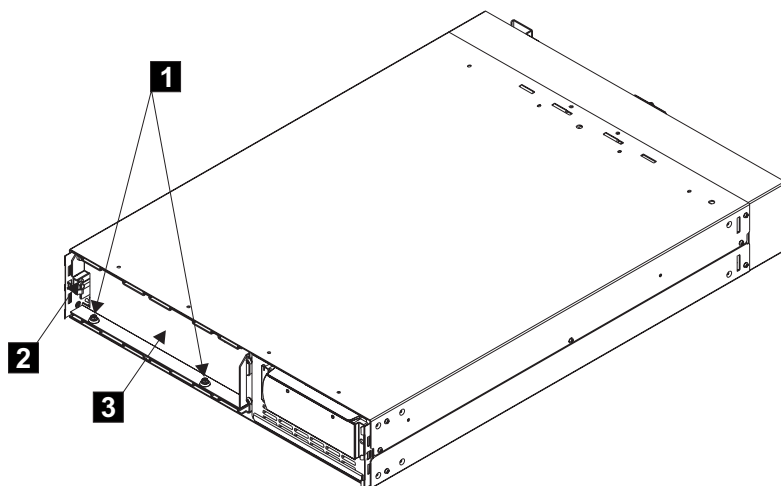

図 311. バッテリー保持ブラケットの取り付け
- a. バッテリー保持ブラケット (図 311 の **3**) を再取り付けします。